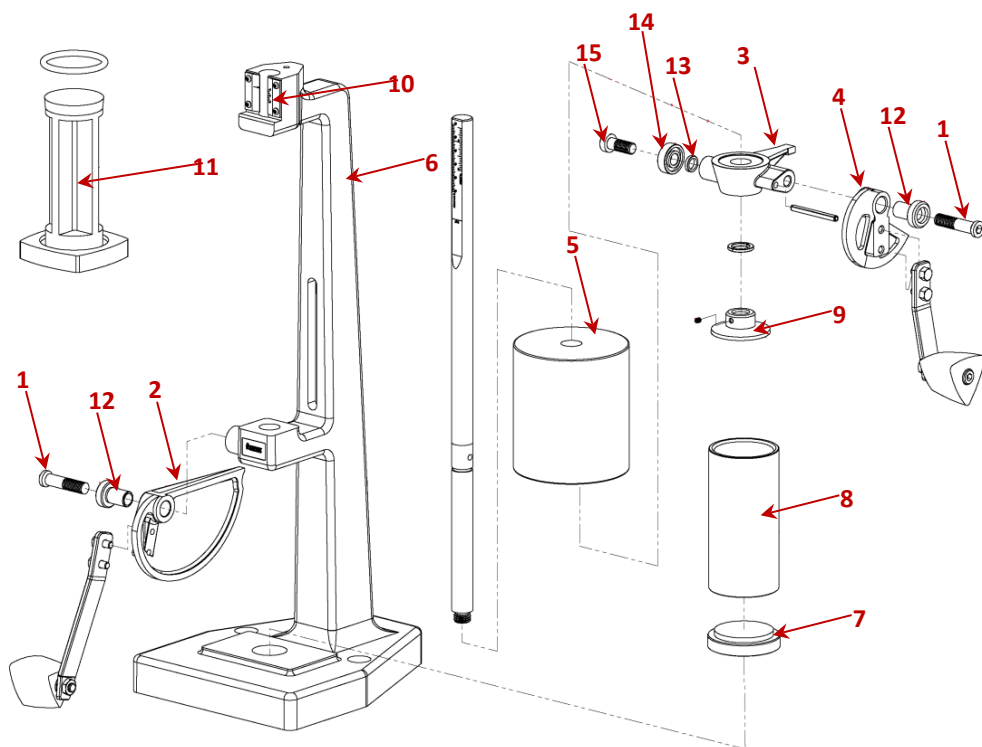

图10: 轴测爆炸图
- 定期检查试样管（图10第8项）是否干净，有无生锈和/或点蚀现象。每次使用时都必须涂有少许润滑油。如果试样管干燥、生锈或有点蚀现象，则会因摩擦造成试样管内表面的压实能量有所损失。这将导致砂试样紧实率低，不符合规格要求。
有时下落高度小于标准值。这表明存在问题，应更换磨损的部件：主凸轮（图10第4项）及相应的衬套（图10第12项）。